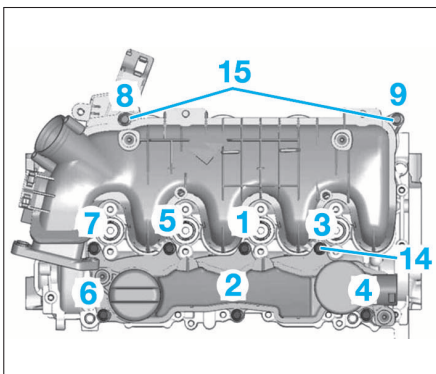

FIG. 43
- Pour la repose, procéder dans l'ordre inverse de la dépose. Suivre l'ordre de serrage indiqué (Fig.43) à $1 \pm 0,2$ daN.m pour les vis (14) et (15).